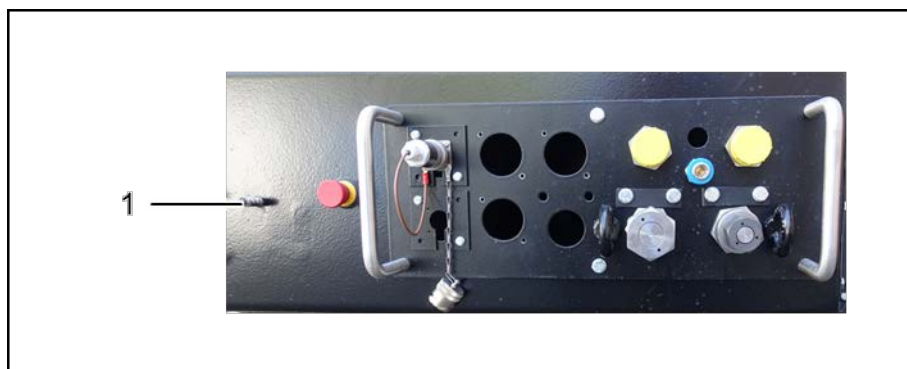

Рис. 10: Присоединение заземления
- свободный обзор точки заземления (Рис. 10).
16. При необходимости подсоедините кабель заземления к точке заземления (Рис. 10).